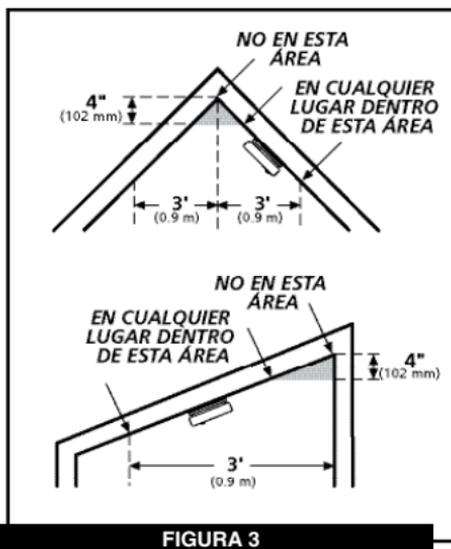

FIGURA 3
- En techos inclinados o en techos tipo catedral, instale las alarmas de humo en la cima del techo a una distancia de 3 pies (0.9m) del punto más alto (medida horizontalmente). El NFPA 72 declara: "Alarmas de humo en salones con inclinación en techos inclinados mayor de un pie en 8 pies (.3m en 2.4m) medidos horizontalmente, las alarmas deben ser instaladas en el lado mas alto del salón". El NFPA 72 declara: "Una línea de alarmas debe ser instalada en un espacio de 3 pies de distancia (0.9m) a la punta del techo, medida horizontalmente". (ver FIGURA 3).
Para cambiar las baterías o la lámpara (para los modelos i12040 e i12080 solamente), quite la alarma del anillo de ajuste rotando la alarma en la dirección de apagado "OFF" como indica la flecha de la cubierta (ver Sección 3, Figura 7). Para desconectar el arnés de AC, presione los brazos de traba en los lados del Conector Rápido a la vez que hala el conector desde el fondo de la alarma (ver la Sección 3, Figura 3).